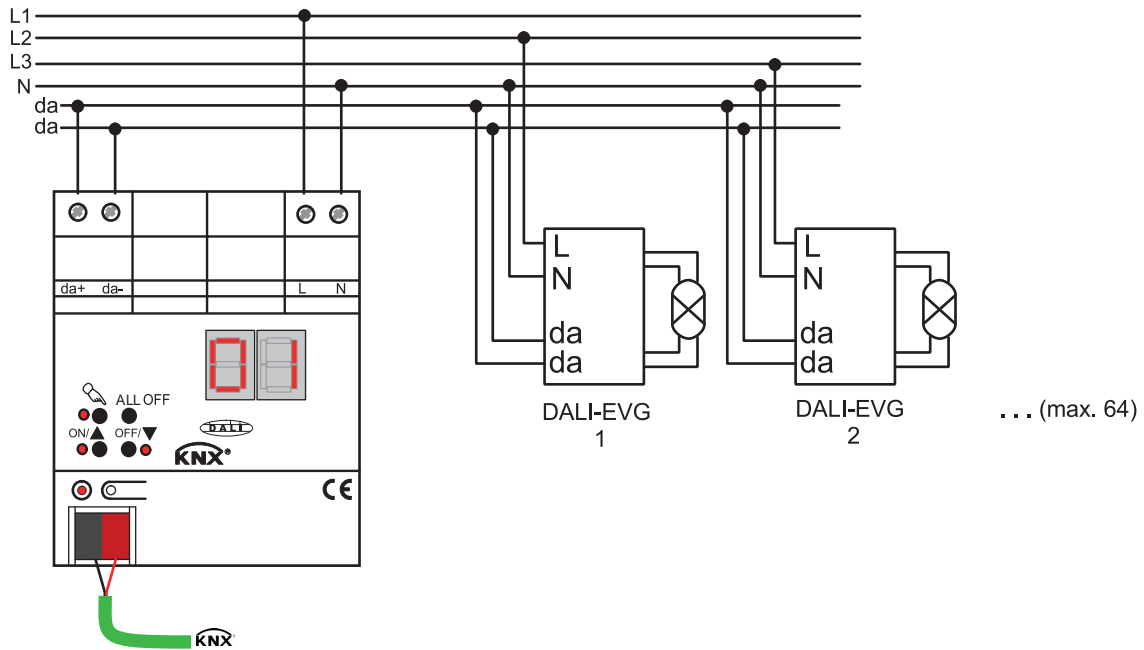

Bild 2: Elektrischer Anschluss der Netzspannungsversorgung und der DALI-Schnittstelle
- Der Anschluss der Netzspannungsversorgung und des DALI-Systems ist, wie im Anschlussbeispiel gezeigt, vorzunehmen (Bild 2).